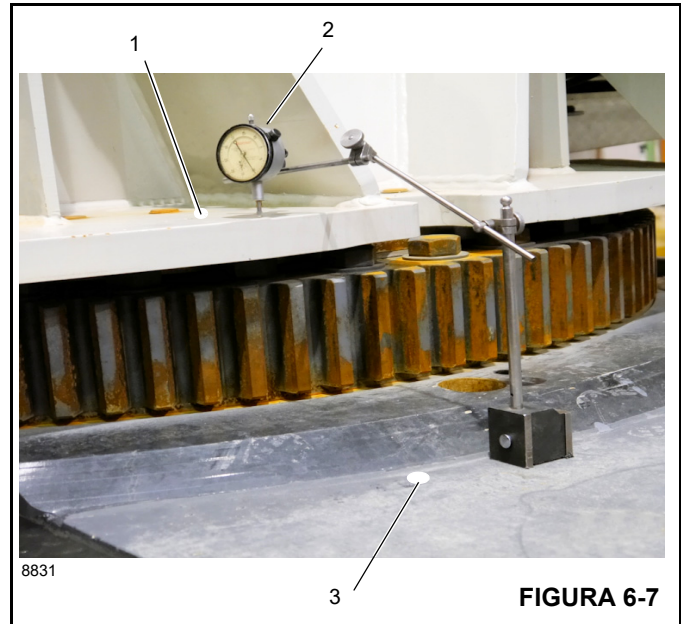

FIGURA 6-7
2. Coloque um relógio comparador (2, Figura 6-7) na estrutura da caixa T (3), no lado oposto da lança.
3. Coloque o relógio comparador na parte superior da placa de rolamento da torre (1, Figura 6-7).